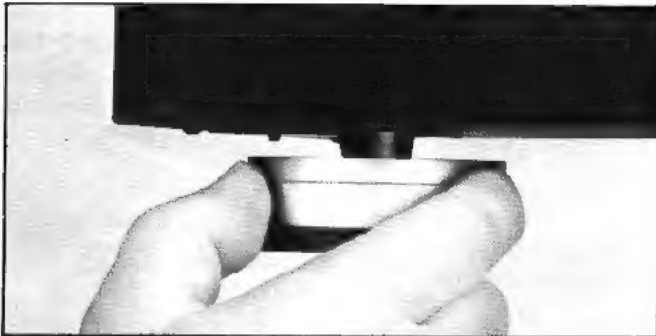

Fig. 15 Abb. 15
8. Height adjustment of the Isolators (Fig. 15)
8. Höheneinstellung der Plattenspielerfüße (Abb. 15)
8. Réglage de la hauteur des supports (Fig. 15)